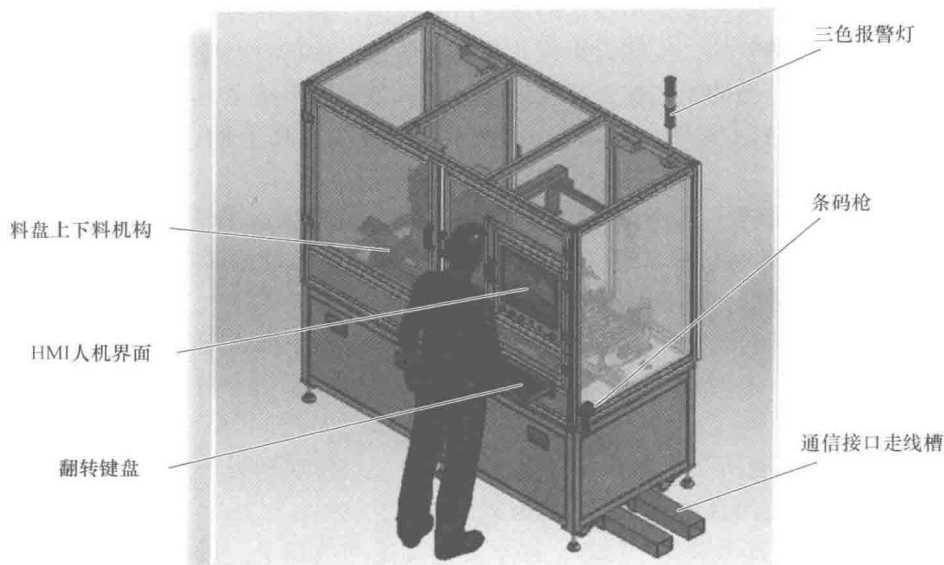

图 3-76 设备的尺寸可参考人的尺寸来定
1) 参照物 做机构设计时,如果对设备的空间占据没有感觉,可以调用一个现成的标准人体 3D 模型(1.7m 高)放在机构旁边,这样在具体的机构尺寸上会有个参照,如图 3-76 所示,很容易判断三色灯高度约 1.8m。